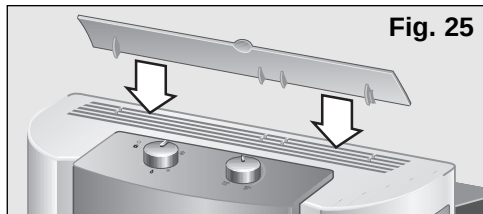

Fig. 25
- ☐ Alzare l'orientatore d'aria situato nella parte superiore dell'apparecchio. Nei modelli **PAM0530** quest'orientatore non è installato con l'apparecchio. Vedasi **figure 25 e 26** nel punto "Riscaldamento".